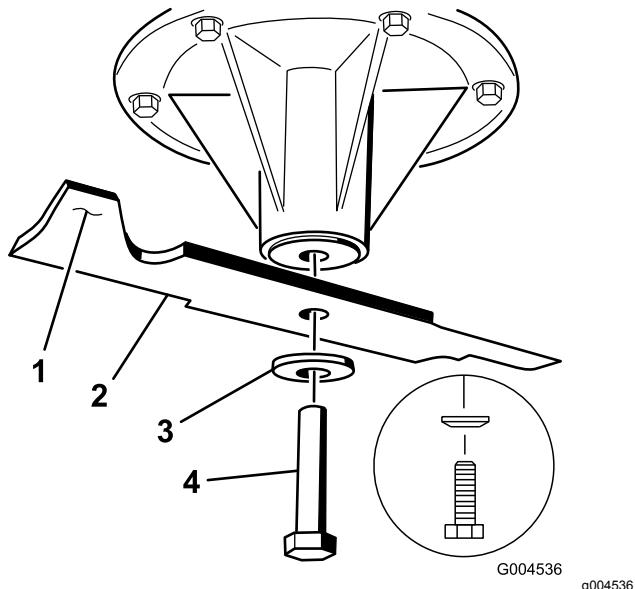

Bild 114
2. Entfernen Sie die Messerschraube, Wellenscheibe und das Messer von der Spindelwelle (Bild 114).
1. Setzen Sie das Messer auf die Spindelwelle (Bild 114).
2. Setzen Sie die Wellenscheibe und die Messerschraube ein (Bild 114).